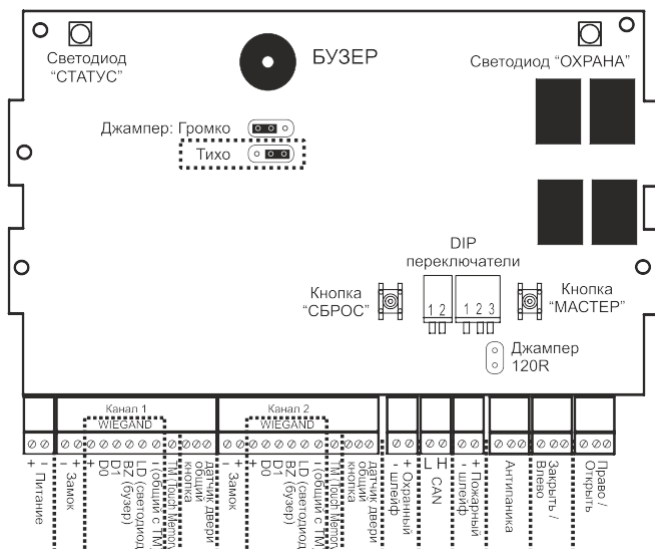

Рис.4 (Общая схема платы контроллера)
Для установки времени открывания двери необходимо, перейти из режима «Базовый» в состояние записи/удаления «ключей доступа», после чего подключенную к «Канал 1» (см. рис. 4) кнопку «Выход» необходимо удерживать время, на которое будут открываться двери. В процессе удержания кнопки считывателя будут издавать звуковой сигнал с частотой 1 раз в секунду для удобства отсчета времени. Перейдя в режим «Базовый», время открывания двери будет установлено (только для электромагнитного замка!).
Установить изделие на стене или любой другой вертикальной поверхности. Кабельную проводку разместить так, чтобы исключить свободный доступ к ней. Схема подключения представлена на Рис.4 (Общая схема платы контроллера).
1. Перемычка установлена на 2 левых контакта - Режим максимального уровня звука (рис.4)
2. Перемычка установлена на 2 правых контакта - Режим среднего уровня звука (рис.4)
3. Перемычка отсутствует на контактах – Звук выключен (рис.4)
Первое и последнее устройство в CAN-шине необходимо оконцевать терминирующим резистором с помощью джампера 120R, замкнув его перемычкой (рис.4).